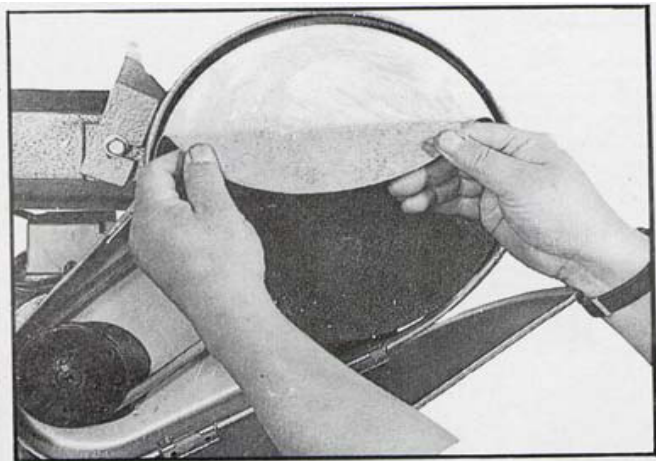

Fig. 11
2. Riv det gamle slibepapir af, fjern tilbageværende limrester på skiven, og monter det nye slibepapir som vist i fig.11.